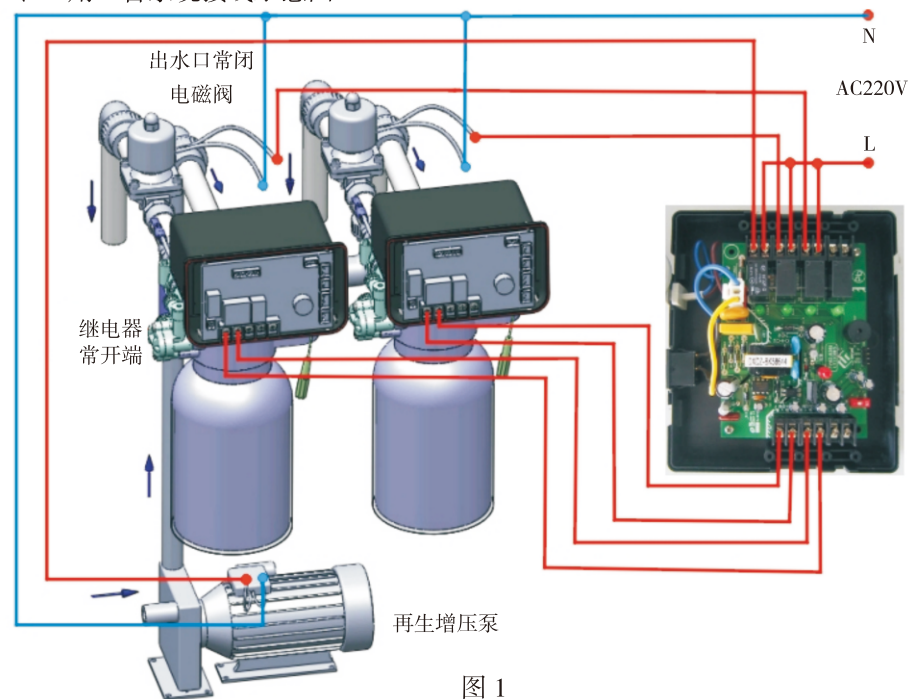
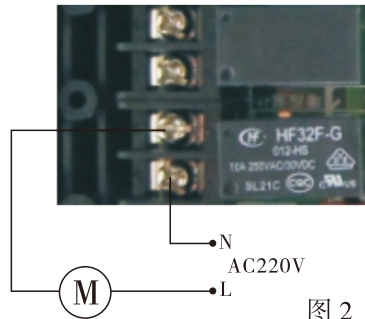
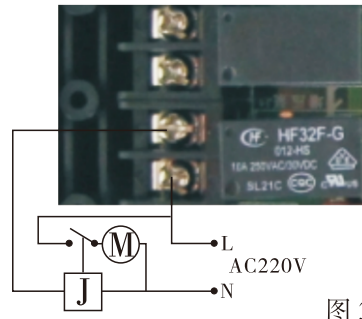

图 1
图2
图3
- ① 二台阀均为流量型控制阀，组成一用一备前均将信号输出方式设为“b-01”。
- ② “一/二用一备转换开关”拨至“1”端，为“一用一备”程序。此程序有停电保存。
- ③ “继电器常开端”是指控制阀中控制板继信号输的三个黑色端子中的常开端子，为“NO”、“COM”端。
- ④ “出水口电磁阀”是指安装在阀出水口的AC220V常闭电磁阀。
- ⑤ 如需连接增压泵，可与图1左下端的两个端子相连。如水泵电流 $< 5A$ ，可直接与控制器相连（图2）；如 $\geq 5A$ ，则需要接入交流接触器（如图3）。
- ① 三台阀均为流量型控制阀，组成二用一备前均将信号输出方式设为“b-01”。
- ② “一/二用一备转换开关”拨至“ON”端，为“二用一备”程序。此程序有停电保存。